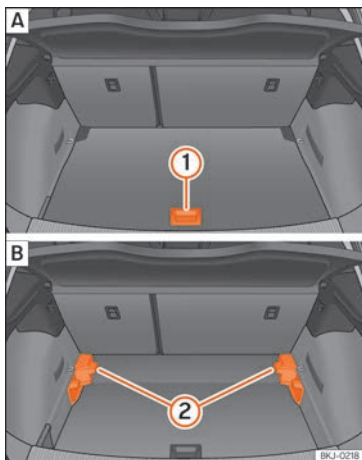

Fig. 118 Plancher de coffre à bagages modulaire : [A] position haute ; [B] position basse.
- Pour passer de la position basse en position haute, relevez le plancher avec la poignée » » » **fig. 118** ①, tirez-le vers l'arrière jusqu'à ce que la partie avant du plancher dépasse complètement les supports ②.
- Déplacez le plancher vers l'avant sur ces derniers jusqu'à ce qu'il bute contre le dossier de la banquette arrière et ensuite, abaissez le plancher avec la poignée ①.
- Pour passer de la position haute en position basse, relevez le plancher avec la poignée » » » **fig. 118** ①, tirez-le vers l'arrière jusqu'à ce que la partie avant du plancher dépasse complètement les supports ②.
- Lorsque le plancher modulaire se trouve en position haute, relevez-le à l'aide de la poignée » » » **fig. 118** ①, tirez-le et repoussez-le vers le dossier de la banquette arrière jusqu'à ce qu'il se plie au niveau de la charnière et que sa partie mobile repose contre le dossier.